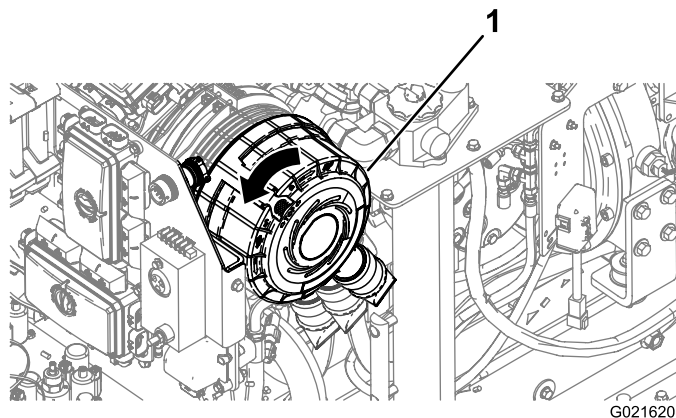

Рисунок 115
6. Поверните крышку фильтра против часовой стрелки, чтобы противопылевая крышка была в положении «на 4 часа» (Рисунок 115).
4. Поверните крышку фильтра воздухоочистителя по часовой стрелке, чтобы противопопылевая крышка была в положении «4 часа» (Рисунок 115).
5. Нажмите защелку на крышке фильтра воздухоочистителя в направлении вовнутрь, чтобы она полностью зафиксировалась на своем месте (Рисунок 115).